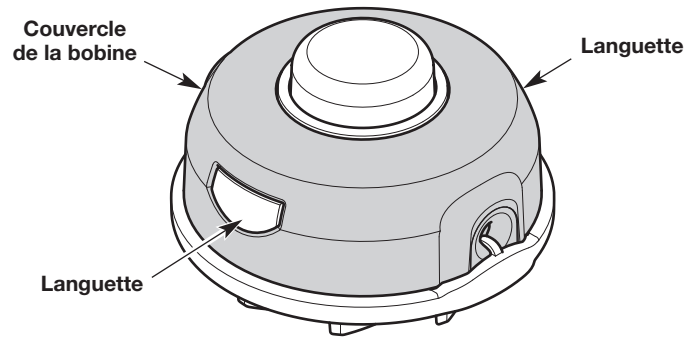

Fig. 19
1. Appuyez fermement sur les deux pattes pour débloquer le couvercle de la bobine (Fig. 19). **NE PAS** appuyer sur les languettes au moyen d'un tournevis ou de tout autre objet.